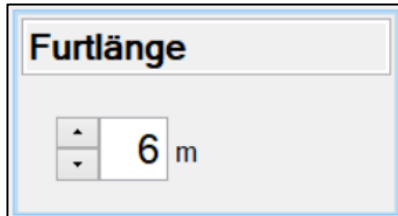

Abb. 26
- Aktueller ausgegebener Signalpegel Freigabesignal und min/max (2) Begrenzung des Pegels.
- Überhöhung Freigabesignal (1). Wird die Überhöhung angepasst, wird die Einstellung „Straßenbreite“ (siehe Abb. 26) nicht beachtet.